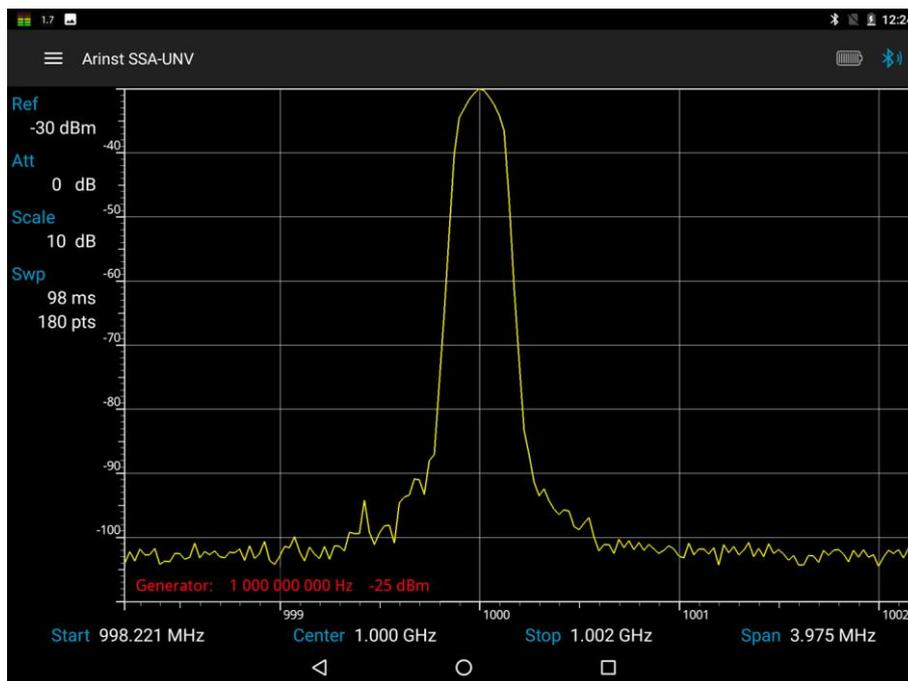

Рисунок 68 – График спектра сигнала внутреннего генератора прибора
9.1.4. На экране вашего планшета/смартфона, будет отображаться график спектра, установленного выходного сигнала внутреннего генератора прибора, рисунок 68.